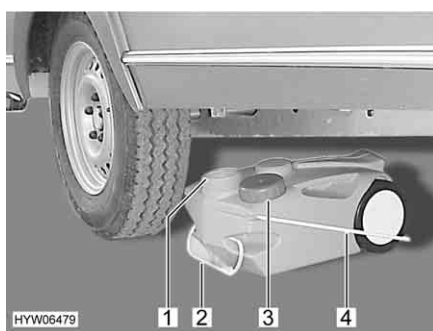

Bild 153 Avloppstank, mobil
- Stäng avloppstankens öppning (Bild 153,1) med locket (Bild 153,3).
- Drag i handtaget (Bild 153,2) för att dra ut avloppstanken.
- Fäll upp bärhandtaget (Bild 153,4) och ställ upp avloppstanken.